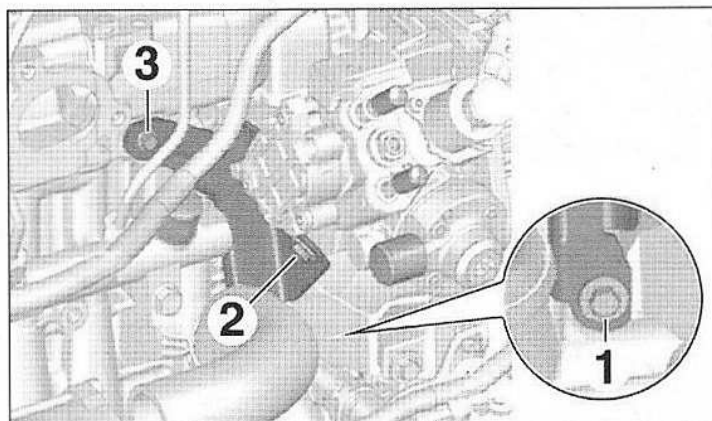

FIG.58
- Serrer les vis (12) du support arrière (13) en respectant l'ordre de serrage (Fig.58).
- Remplacer la canalisation haute pression (8) entre la pompe haute pression et la rampe commune.